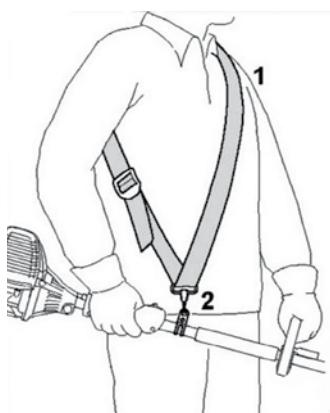

Рис. 6
4. Пристегните ремень (1) к креплению (2). Отрегулируйте ремень для комфортной работы **(рис. 6)**.